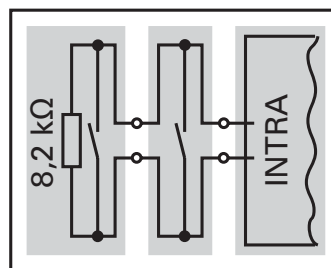

Fig. 10
- lorsque plusieurs profils sensibles sont utilisés sur la même entrée, ceux-ci doivent être connectés en série (fig. 10)
- le dernier profil sensible doit être fermé avec une résistance de 8,2 kOhm (fig. 10)